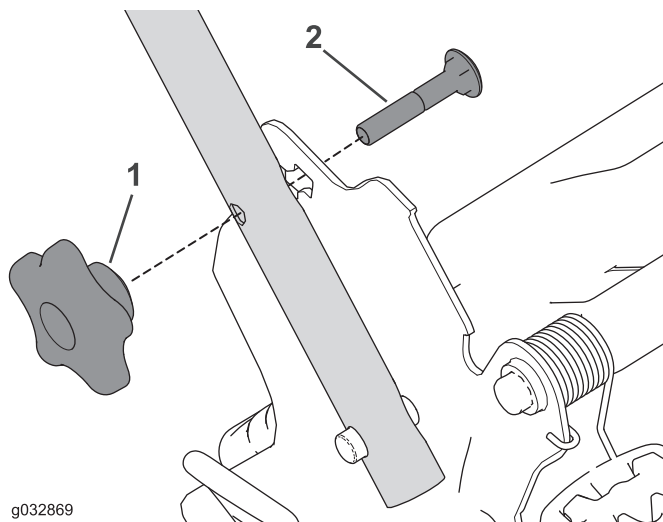

Figure 27
2. Retirez et conservez les 2 boutons et les 2 boulons de carrosserie du support du guidon (Figure 27).